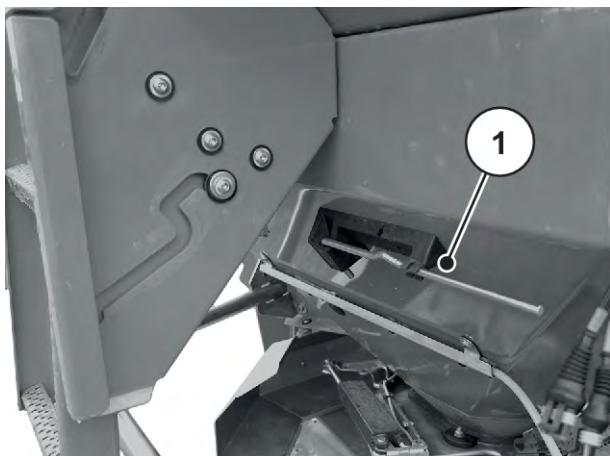

Fig. 27: Poziția manetei de reglare AXIS xx.2
- ▶ Plasați înapoi maneta de reglare pe suportul prevăzut. A se vedea Fig. 27 Poziția manetei de reglare AXIS xx.2